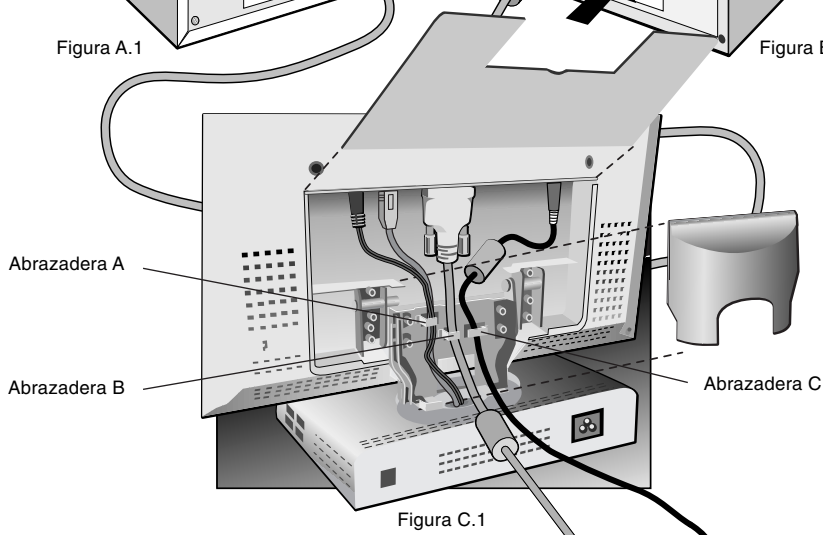

Figura C.1
3. Quite la cubierta del conector y la cubierta del cable. Conecte el cable D-SUB mini de 15 espigas de señal de video al conector apropiado de la parte trasera del monitor (Figura C.1). Coloque el cable de señal de video en la abrazadera B.